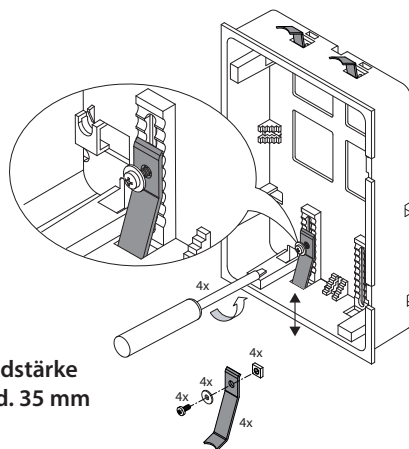

Abb. 7.1
1. 4 Schrauben an den Klemmsockeln lösen (Abb. 7.1)